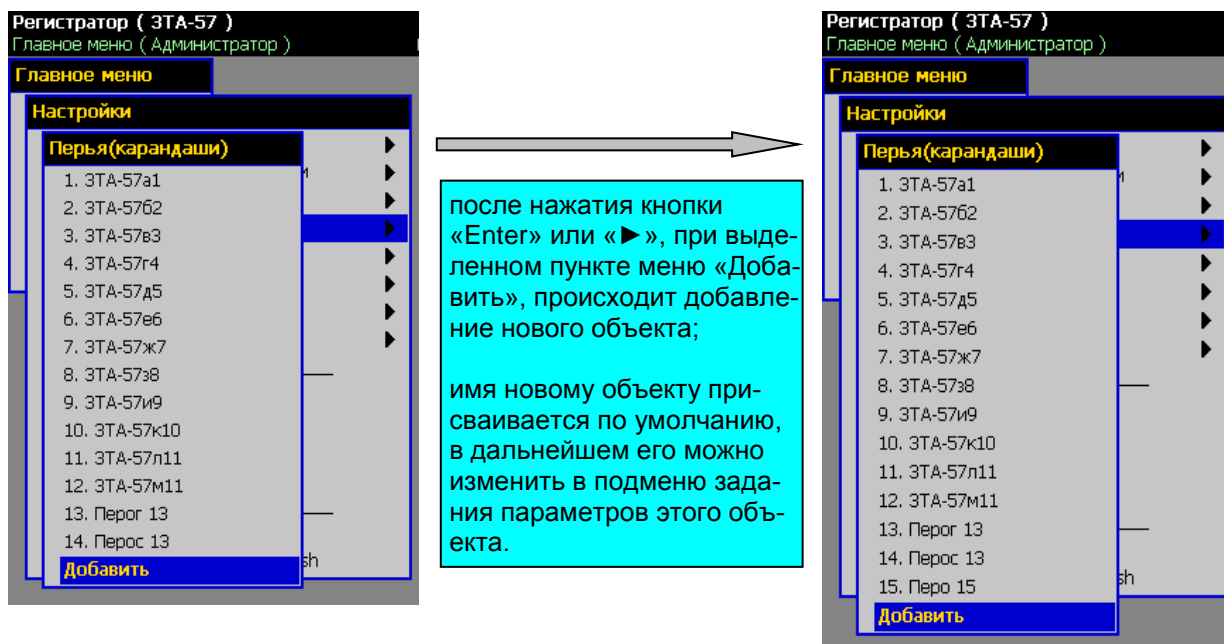

Рисунок 2.20
5) Добавление объектов (см. рисунок 2.20):